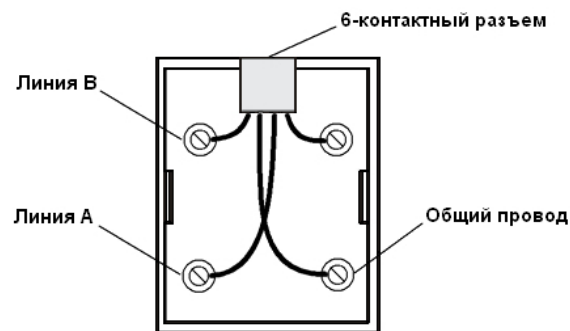

Рисунок 3. Подключение шины RS-485 к распределительной коробке
- Подключите линию связи контроллеров (шина RS-485) к распределительной коробке (рисунок 3);